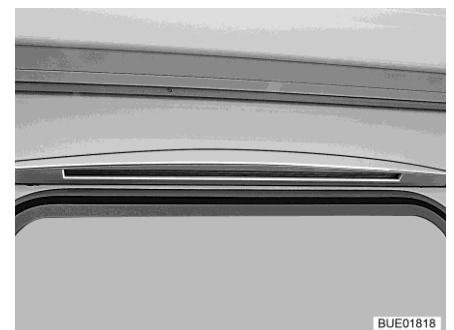

Fig. 66 Éclairage de l'auvent (pas en cas de store extérieur)
- Éclairage auvent (Fig. 66) (partiellement équipement en option) (pas en cas de store extérieur)